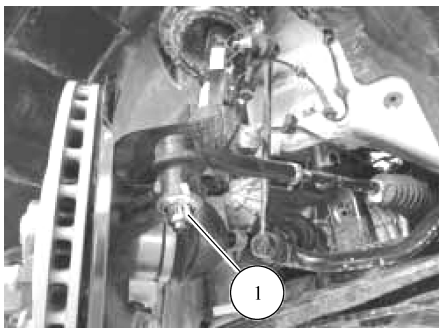

图 4-6 松开转向拉杆球头螺母
- ② 旋开用于固定底部反作用杆的变速器支架螺钉 2。
- ③ 拆卸用于固定反作用杆的变速器支架 3。
- 20) 拧松将转向拉杆固定到轮支柱的螺母 1，如图 4-6 所示。